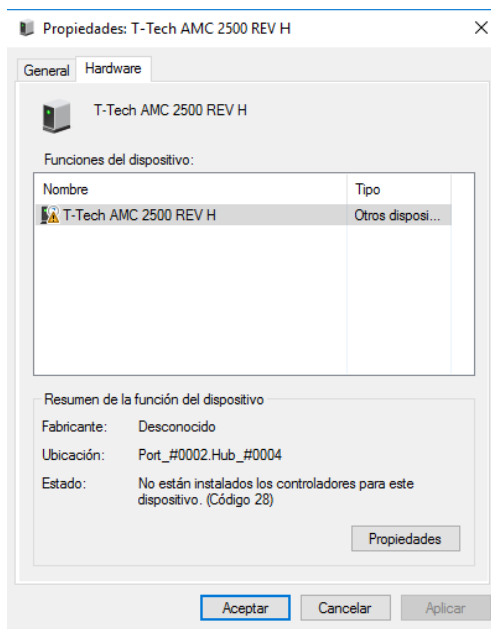

Figura 23. Propiedades del dispositivo.
- ✓ Pulse propiedades como se ve en la figura 23.